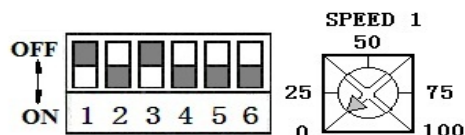

图 9
1、速度控制模式 见图 9
(1) 内部电位器控制,用内电位器 **SPEED1** 速度调节。见图 9 (该模式为默认模式)